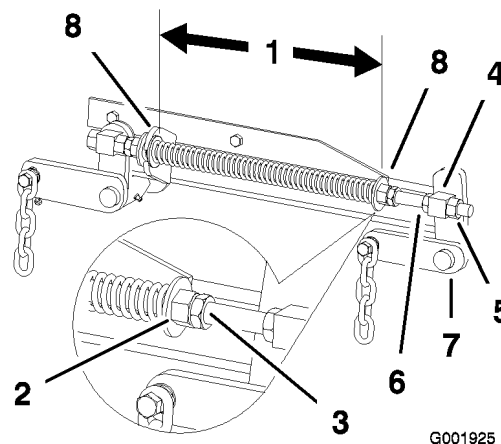

Figure 63
de 52 pouces, et de 26,7 cm pour les plateaux de coupe de 60 pouces (Figure 63).
3. Réglez cette distance en desserrant l'écrou de blocage du ressort et en tournant l'écrou devant chaque ressort (Figure 63).
4. Bloquez l'écrou en position en serrant l'écrou de blocage du ressort (Figure 63).